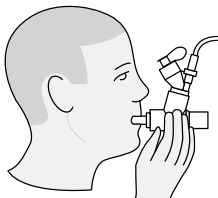

Rysunek 13. Podłączanie urządzenia do maski.
Uwaga: Informacje na temat stosowania z innymi akcesoriami — patrz Rysunek 13, Rysunek 14 oraz Rysunek 15.
2. Obrócić kolanko z odpowietrznikiem stosownie do ułożenia pacjenta (Rysunek 13).
Ostrzeżenie: Utrzymanie nebulizatora w pozycji pionowej zapewnia prawidłowy przebieg nebulizacji (Rysunek 13 oraz Rysunek 14).